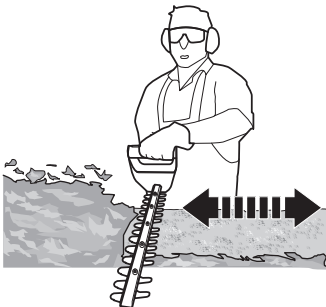

Fig. 7
8. Se a área que pretende cortar for particularmente longa, corte por várias etapas para atingir um melhor resultado, em vez de tentar cortar de uma só vez (Fig. 7); materiais cortados mais pequenos irão facilitar a compostagem.